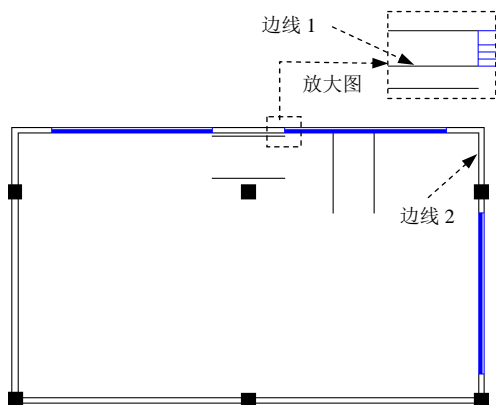

图 17.12.24 偏移直线
Step9. 选择 **修改(M)** → **偏移(S)** 命令，选取图 17.12.24 所示的边线 1 为要偏移的直线 1，向下偏移的距离依次为 125、1500。选取图 17.12.24 所示的边线 2 为要偏移的直线 2，
向左偏移的距离依次为 3750、1500，完成后如图 17.12.24 所示。